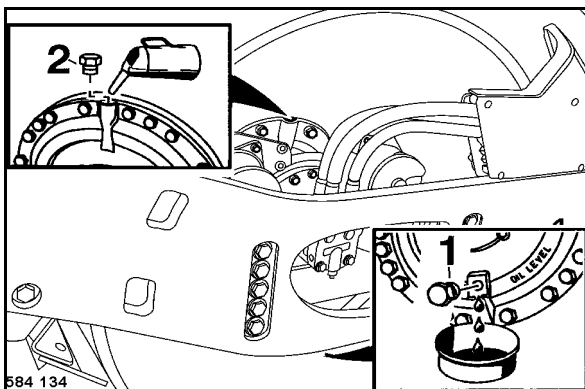

fig. 130
- Déplacer le bandage de sorte que le bouchon de vérification du niveau 1 (fig. 130) du côté gauche se trouve au point le plus bas.
- Dévisser le bouchon de vérification du niveau (1).